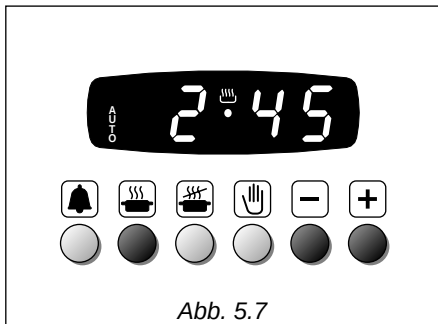

Abb. 5.7
AUTOMATISCHES GAREN IM BACKOFEN (Abb. 5.7 - 5.8)
1. Gardauer durch drücken der Taste  und der Taste  oder  einstellen. (Abb. 5.7). (Taste  erhöhen, Taste  verringern).